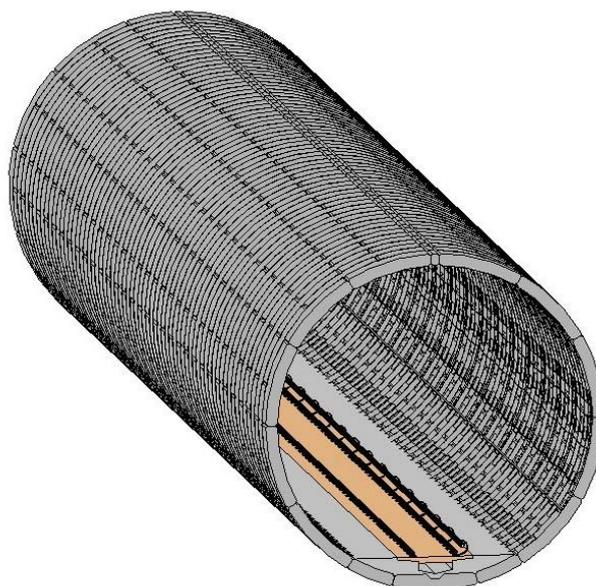

Рисунок 5 – Участок тоннеля, выполненный в Revit
**4. Проект тоннеля с расчетом стоимости.** Разработанный нами участок тоннеля, включая в себя, помимо визуальной составляющей, стоимость проекта (Рис. 5) является безусловно упрощенной версией и далек от ведущих мировых рендеров, но наша цель донести саму технологию выполнения и показать её пользу.